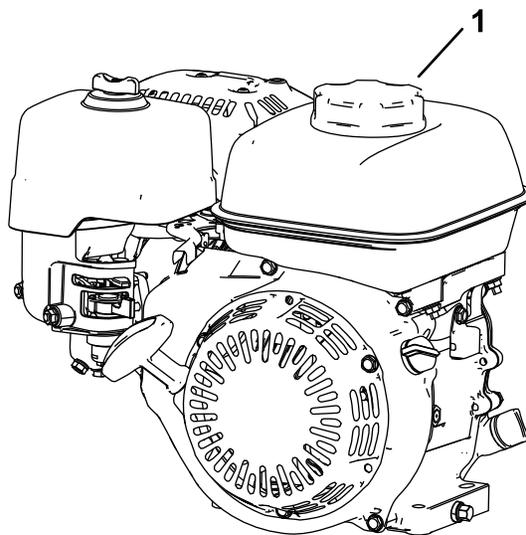

图 14
1. 清理燃油箱盖附近的区域从油箱上取下盖子图 14。向油箱加油至油箱加油颈的底部请参阅发动机《操作员手册》。